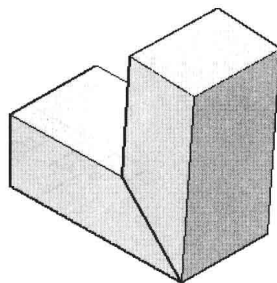

图 9-5-9
(3) 命令行提示“是否删除源对象? [是 (Y) / 否 (N)] <否>”，按 Enter 键，保留原始对象。镜像效果如图9-5-9所示。